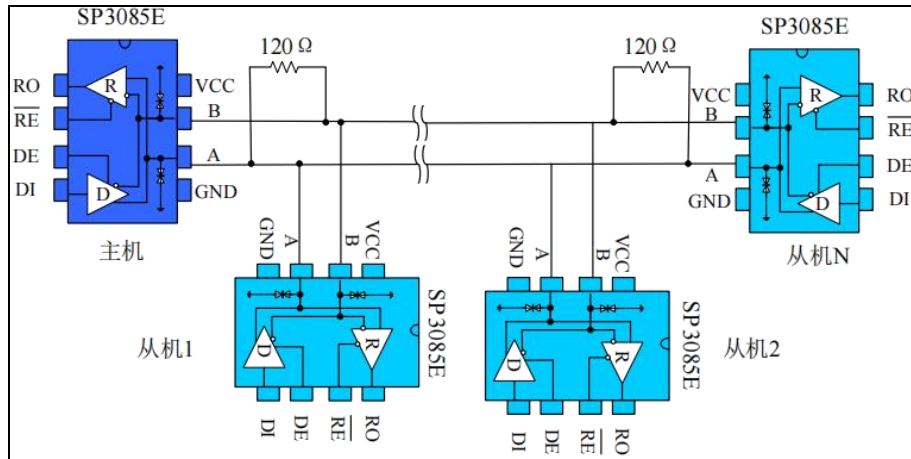

图 11 总线式 RS485 半双工通讯网络
**总线式组网：** SP3085 E RS485 收发器设计用于多点总线传输线上的双向数据通信。图 11 显示了典型网络应用电路。这些器件也能用作电缆长于 4000 英尺的线性转发器，为减小反射，应当在传输线两端以其特性阻抗进行终端匹配，主干线以外的分支连线长度应尽可能短。